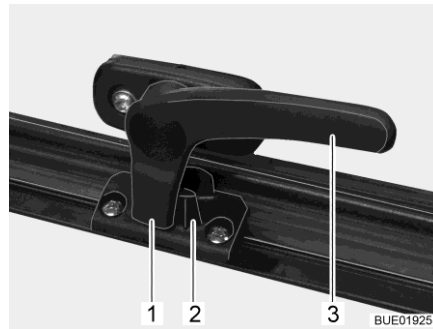

Bild 12 Verriegelungshebel in Stellung "geschlossen"
- Den Verriegelungshebel (Bild 12,3) eine viertel Umdrehung zur Fenstermitte hin drehen.
- Den Verriegelungshebel (Bild 12,3) eine viertel Umdrehung zum Fensterrahmen hin drehen. Die Verriegelungsnase (Bild 12,1) liegt auf der Innenseite der Fensterverriegelung (Bild 12,2).
- in Stellung "fest verschlossen" (Bild 12).